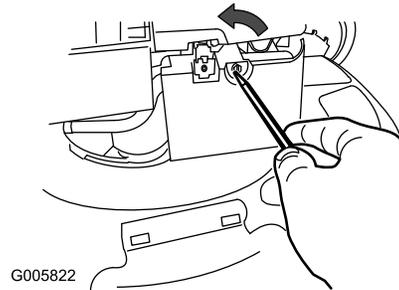

Figure 32
1. Ouvrez le couvercle du filtre à air avec un tournevis (Figure 32)